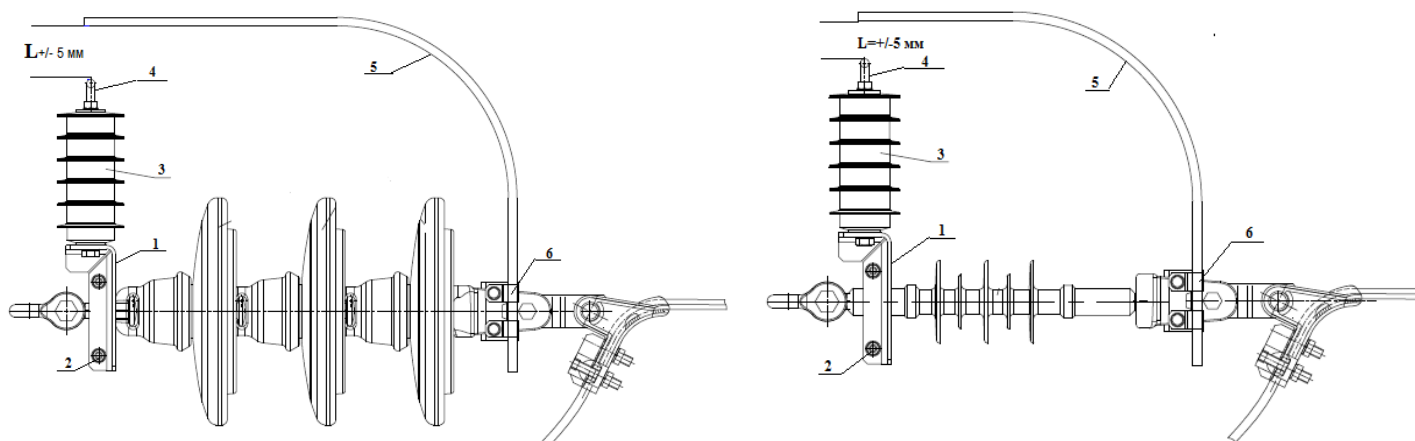

Рис. 9. Установка устройства на натяжную стеклянную и полимерную изоляцию.
9.3.3. Монтаж устройства на подвесную изоляцию натяжного типа производить следующим образом (рис.9):